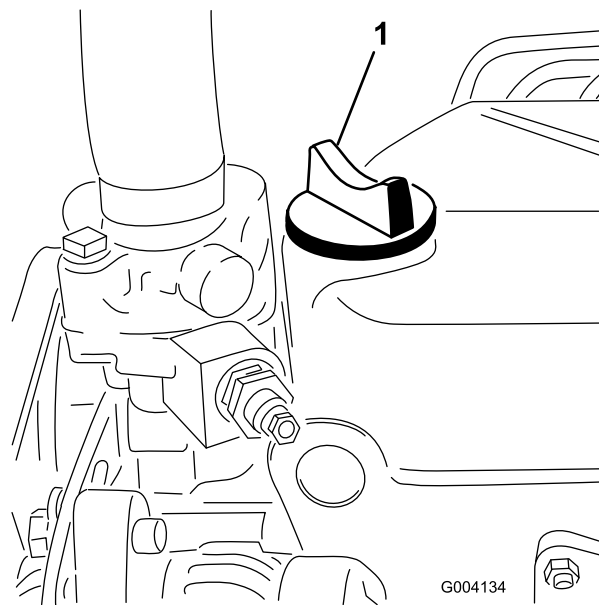

Figure 33
5. Si le niveau n'atteint pas le repère maximum, enlevez le bouchon de remplissage (Figure 33) et faites l'appoint jusqu'à ce que le niveau correct soit atteint.